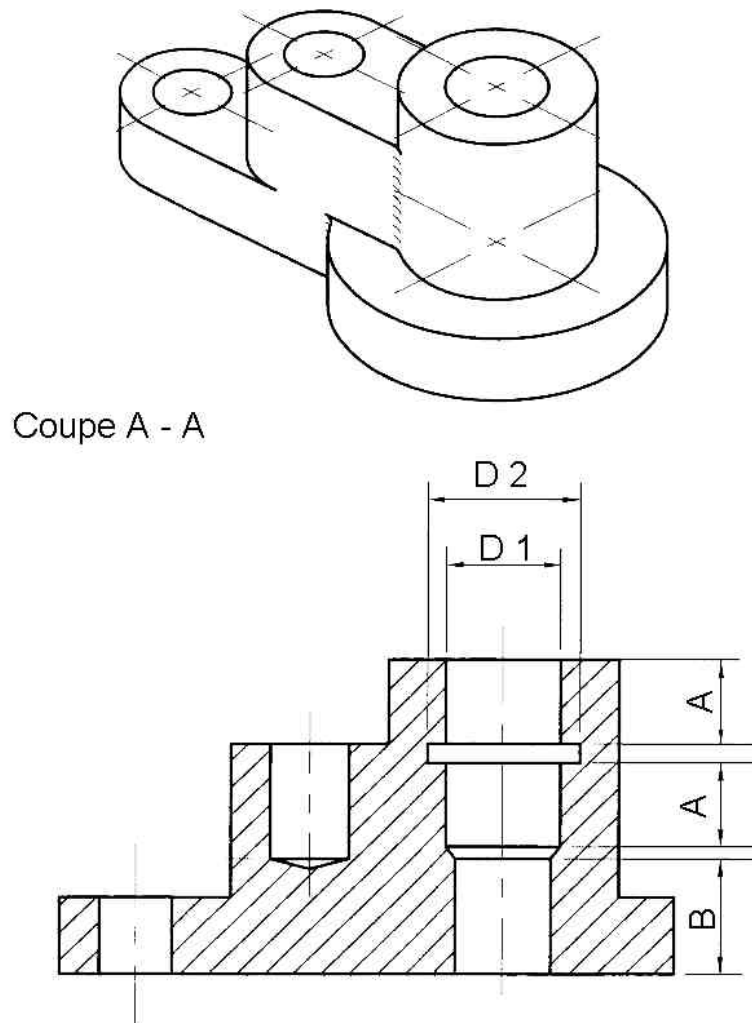

Figure 6.3
4. En vous rapportant à la coupe A-A figure 6.3, répondre aux questions: